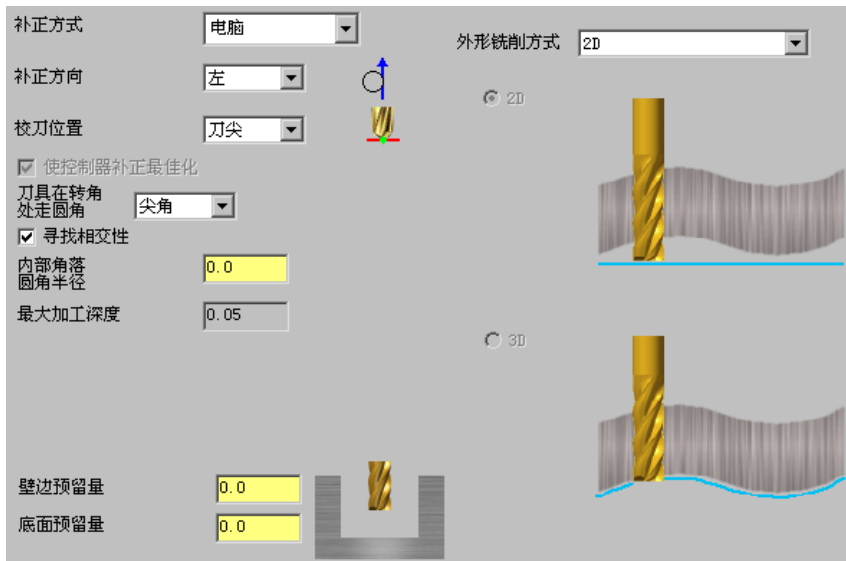

图 1.18 “切削参数”参数设置界面
Step9. 设置切削参数。在“2D 刀具路径-外形铣削”对话框中的左侧节点列表中,单击 **切削参数** 节点,设置图 1.18 所示的参数。